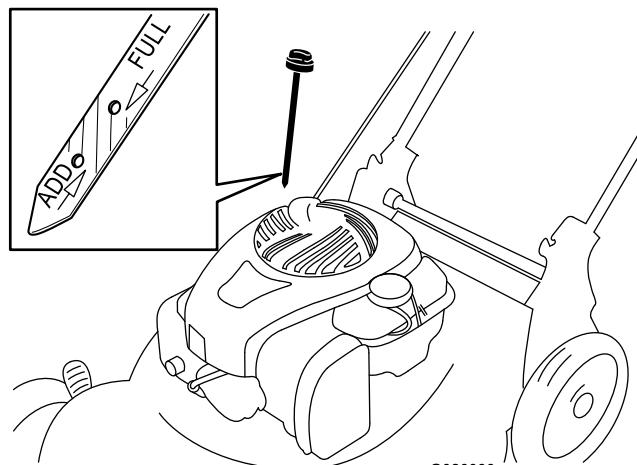

Figure 5
2. Retirez la jauge (Figure 5) et versez de l'huile dans le goulot de remplissage pour remplir le carter jusqu'aux 3/4.
- Sortez de nouveau la jauge et vérifiez le niveau d'huile (Figure 5).